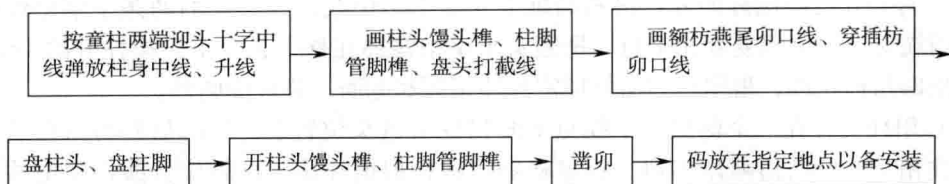

图 1-9 童柱工艺流程
(1) 工艺流程，如图 1-9 所示。
(2) 首先在已经刨好的童柱料两端画上迎头十字中线（如果初步加工时已画好十字中线可利用原有的中线）。每一端的两条十字中线要垂直平分。两端对应的中线要互相平行。把迎头十字中线弹在柱子长身上。弹线后根据柱四面好坏定出柱正面和侧面，要好面朝外。
(3) 用柱丈杆在一个侧面的中线上点出柱头、柱脚、馒头榫、管脚榫的位置线和与柱相交构件的